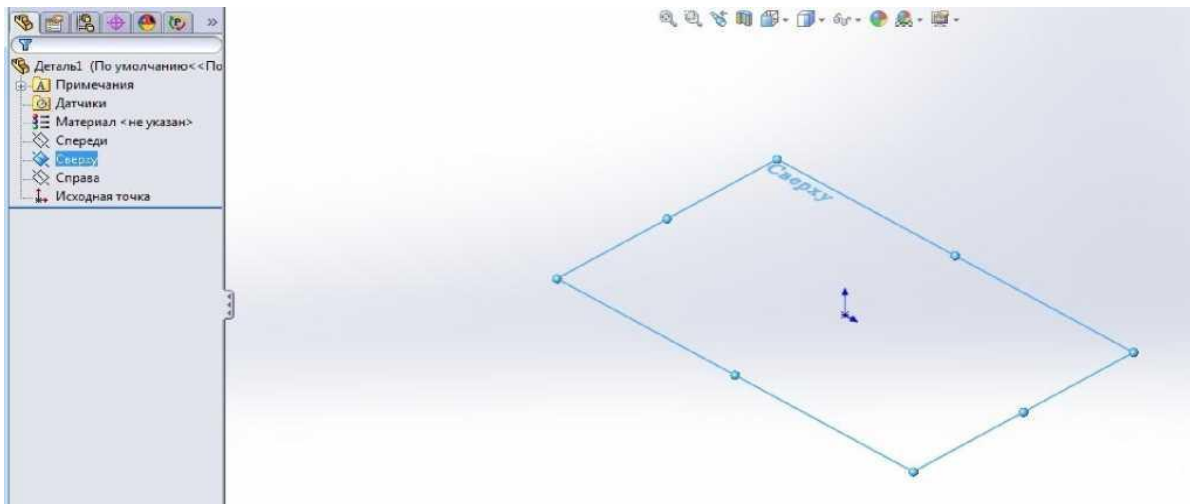

Рис. 13. Вибір площини для побудови деталі.
3.1. Вибрати в *Дереві конструювання*, шляхом наведення курсора і натискання лівої кнопки миши, площину "Зверху" (рис. 13).
3.2. Зорієнтувати вибрану площину в напрямку "Перпендикулярно" (рис. 13), вибравши кнопку  в панелі **Орієнтація видів**